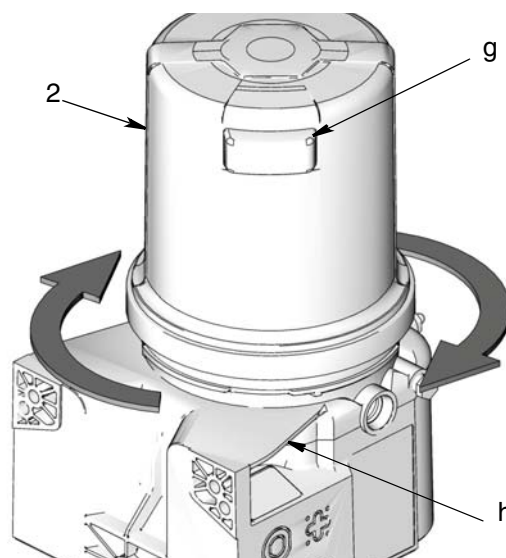

FIG. 12
1. Installer un nouveau réservoir (2) avec un évent (g) tourné vers l'arrière gauche (h) de la base G3. Consulter FIG. 12 pour une orientation correcte de ces pièces pour garantir une installation adéquate.
2. Placer la clé à sangle sur le réservoir et l'utiliser pour tourner le 1/4 du réservoir dans le sens horaire jusqu'à ce que le réservoir ne tourne pas plus (FIG. 12).